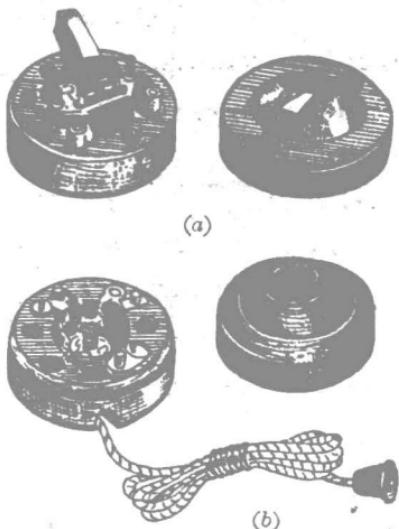

图 1-11
1. 一个开关控制一盏灯。常用的开关有单联平开关，如图 1-11(a)；拉线开关，如图 1-11(b)，以及床头开关等。现在大都用拉线式开关，因为它既安全，又省电线。电路中的电线有两根，在安装之前，先要用测电笔（测电笔的用法见第六章）测量一下，记住哪一根是火线，哪一根是地线，接着切断电源，